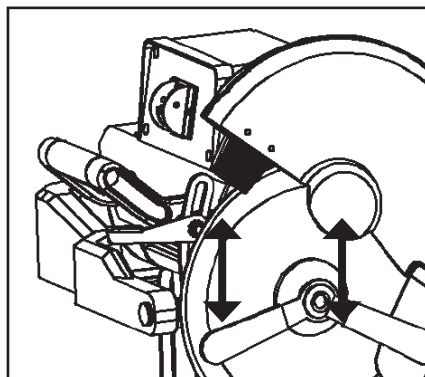

FIGURA 10
PASO 3: Sostenga la *tuerca de bloqueo del disco de corte* con la llave de 23 mm y también sostenga el *eje del disco de corte* con la otra llave de 10 mm que le ha sido proporcionada. Al mismo tiempo, mueva las llaves hacia arriba para aflojar o mueva hacia abajo para apretar (ver FIGURA 10) para así poder aflojar o apretar la *tuerca del eje del disco de corte* y la *pestaña exterior*. Después añada el disco de corte y asegúrelo en el eje del disco de corte, manteniendo la *pestaña interior* en su lugar. Coloque el disco de corte entre los tubos para el agua que están en la parte trasera del *protector del disco de corte*.